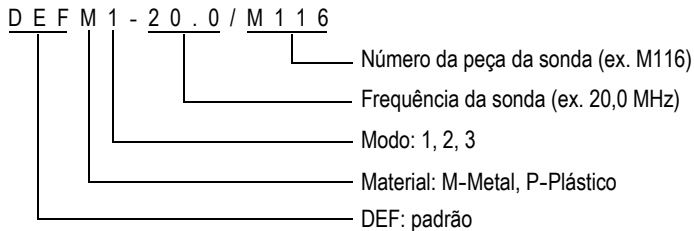

Figura 5-3 Selecionar configuração padrão para transdutor de elemento único
- c) Na tela **DEFAULT**, com o tipo de sonda em uso (veja o exemplo mostrado na Figura 5-3 na página 65), selecione a configuração na disponível lista de configuração padrão e selecione o transdutor em uso.